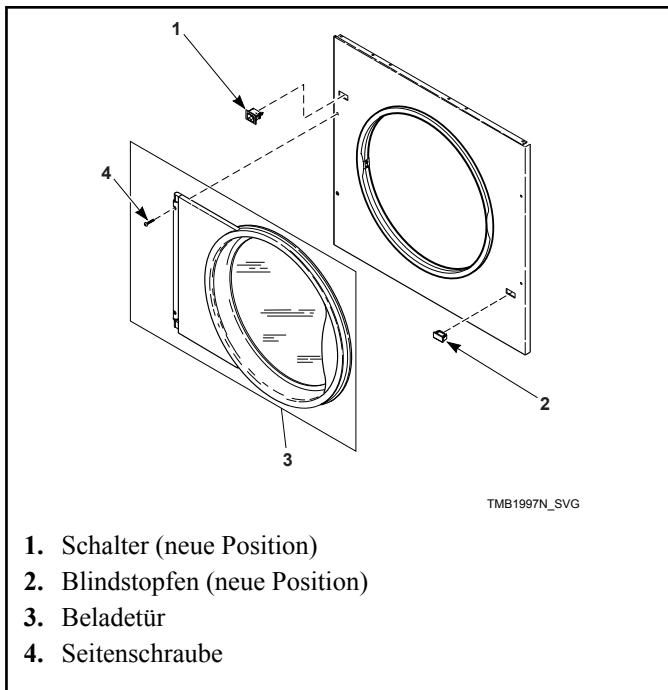

Abbildung 13
9. Das Bedienfeld an der Maschine anbringen und locker mit den vier unteren Schrauben befestigen. Den Türschalter-Kabelbaum mit dem Schalter an der neuen Position verbinden. Die Beladetür installieren und die vier Bedienfeld-Seitenschrauben locker anbringen. Siehe *Abbildung 13*.